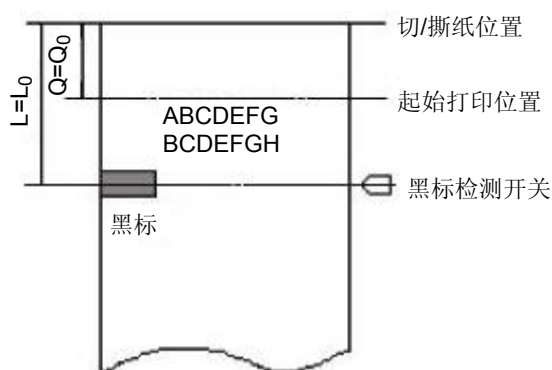

图 2
1. 当切/撕纸位置到黑标印刷位置的距离 L 与打印机构的固有机械值  $L_0$  相同，而且切/撕纸位置到起始打印位置的距离 Q 与打印机构固定的机械值  $Q_0$  相同时（如图 2 所示），即用 GS（F 命令所设置的偏移量均为 0。